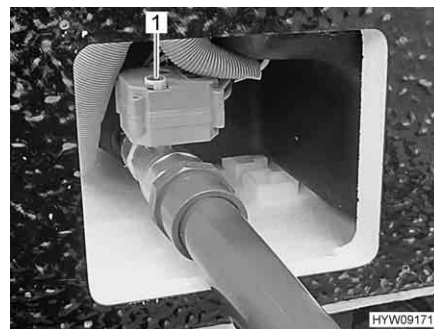

Fig. 208 Manovella (rubinetto di scolo delle acque grigie)
- Per aprire il rubinetto di scolo delle acque grigie sollevare la manovella (Fig. 208,1) e ruotarla in senso antiorario fino a battuta. La direzione di rotazione (O per apertura, S per chiusura) è indicata sulla manovella.
- Per chiudere il rubinetto di scolo delle acque grigie sollevare la manovella (Fig. 208,1) e ruotarla in senso orario fino a battuta.